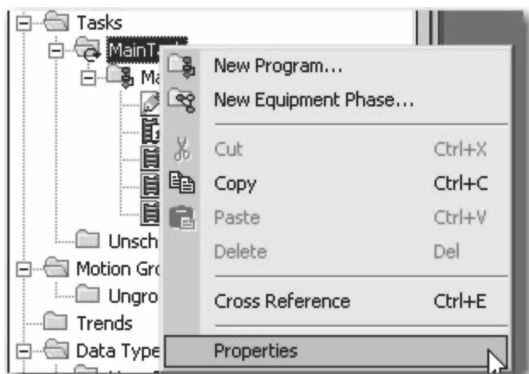

图 10-3 打开的项目编辑菜单
3. 右键单击 MainTask 文件夹，并选择“属性”（Properties），如图 10-3 所示。